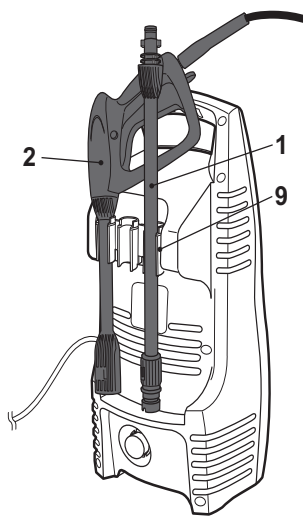

Fig. 14
> Prindeți lancea cu presiune (1) și pistolul (2) în suportul de accesorii (9) (Fig. 14).